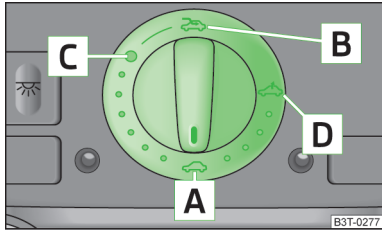

Fig. 45
- Dacă bateria a fost deconectată și apoi reconectată, se poate întâmpla ca trapa glisantă/rabatabilă să nu funcționeze. În acest caz, trebuie să rotiți comutatorul în poziția **A** » fig. 45 la pagina 64 și să îl apăsați în față cca. 10 secunde.
➤ Rotiți comutatorul în poziția **C** » fig. 45.
Trapa glisantă/rabatabilă este prevăzută cu un dispozitiv de limitare a forței. Când închiderea este blocată de un obstacol (de exemplu gheața), trapa glisantă/rabatabilă se oprește și se deschide complet. Trapa glisantă/rabatabilă poate fi închisă complet fără activarea dispozitivului de limitare a forței, dacă este apăsat comutatorul în poziția **A** » fig. 45 în față, până când trapa glisantă/rabatabilă se închide complet » ⚠.